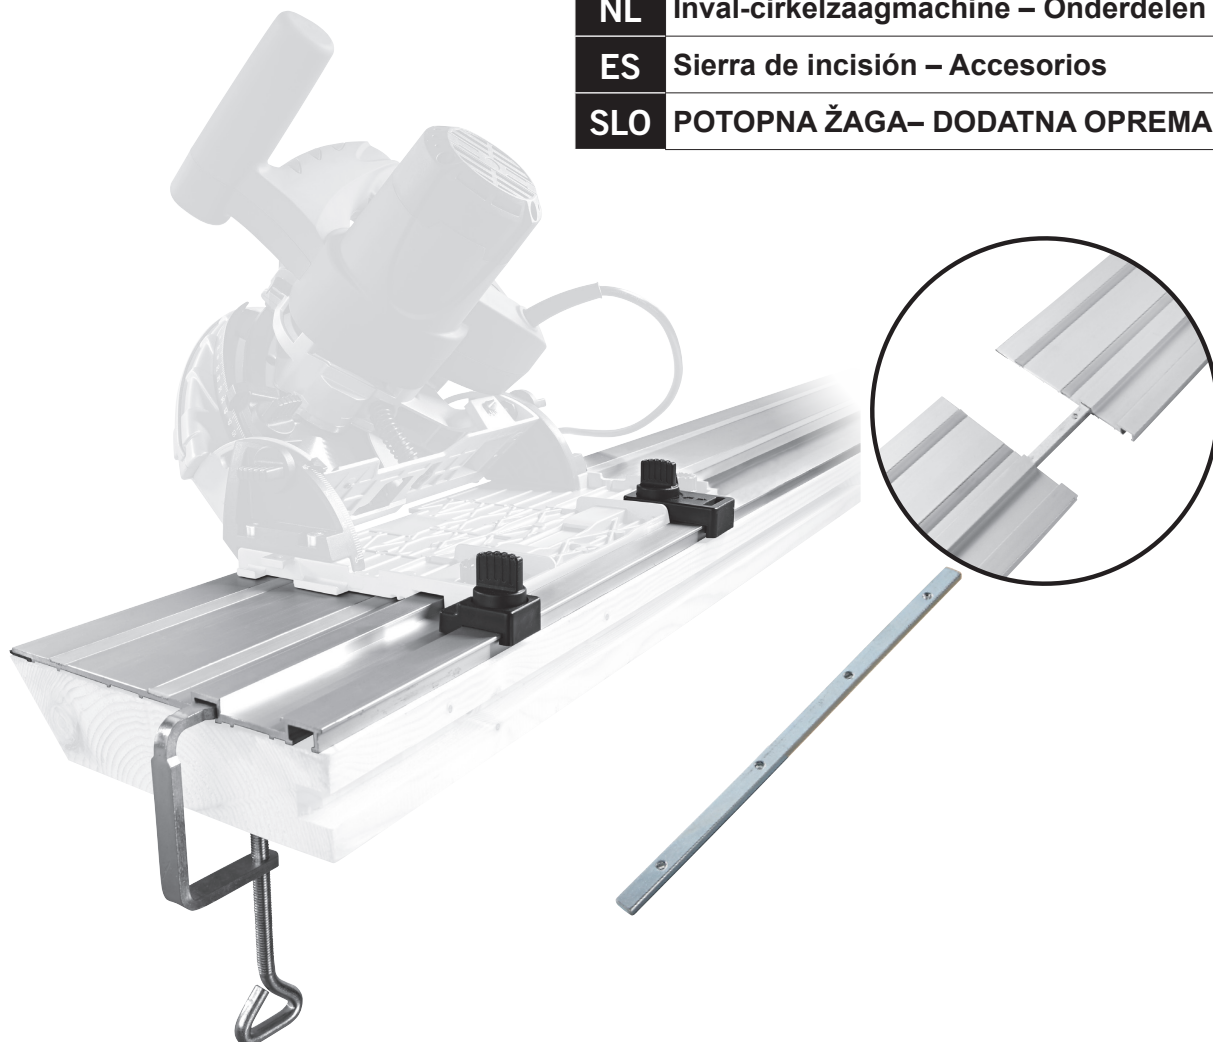

Fig. 1.1
Führungsvorrichtung (Abb. 1.1, 1.2)
Bevor Sie diese Säge zum ersten Mal auf der optionalen Führungsschiene benutzen, muss sie eingestellt werden, um mit minimaler Seitenbewegung auf der Führungsschiene entlang zu gleiten; verstellbare Nocken (Fig 1.1 „E“) sind für diesen Zweck montiert.
2. Drehen Sie die Nocken (Fig 1.1 „E“) gegen den Uhrzeigersinn, bis sie fest sitzen. Danach leicht im Uhrzeigersinn drehen, um Spiel zu erlauben. Während Sie die Wählscheiben in Position halten, arretieren Sie sie, indem Sie die Feststellschraube in der Mitte jeder Nocke festschrauben (5 mm Inbusschlüssel wird mit der Maschine geliefert)
Guide Device (Fig. 1.1, 1.2)
When first using this saw on the optional guide rail, it will need to be adjusted to slide with minimal side movement on the guide rail, Adjustable cams (Fig 1.1 "E") are fitted to do this.
2. Turn cams (Fig 1.1 "E") anti-clockwise until tight. Then clockwise slightly to allow clearance. While holding dials in position lock in place by screwing down the Socket head Cap screws in the middle of each Cam (5mm allen key supplied with machine)